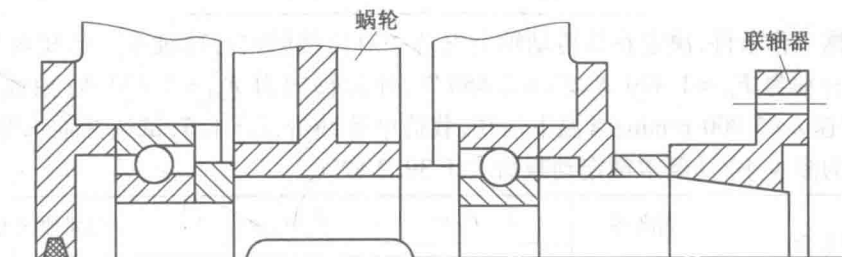

图 3
3. 图 3 所示为斜齿轮、轴、轴承组合结构图。斜齿轮用油润滑, 轴承用脂润滑。试改正图中的错误, 并画出正确结构图。